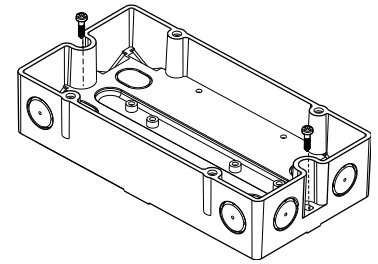

Fig. 4
- Monte a caixa em uma superfície lisa com dois parafusos M4 (Fig. 4). Distância entre furos: 182.0±1.0mm.